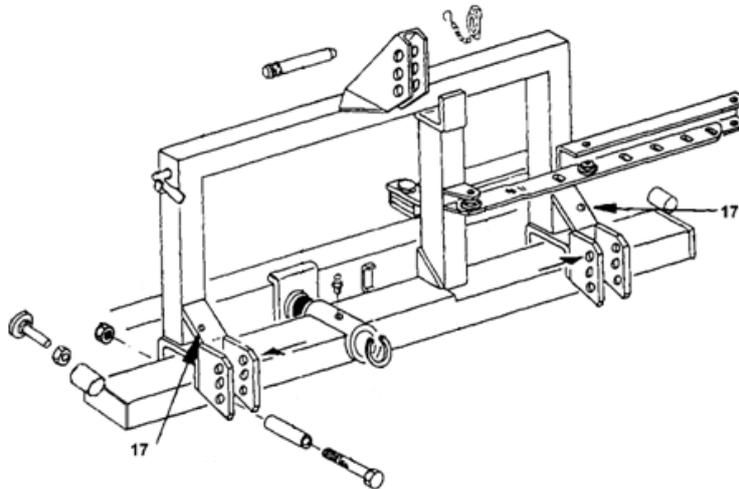

Abb. 4
Als unterer Feder-Einhängepunkt ist nach Abb. 4 die linke und/oder rechte Bohrung (17) zu wählen. Die Kette hier mit Schraube M12x40 befestigen.